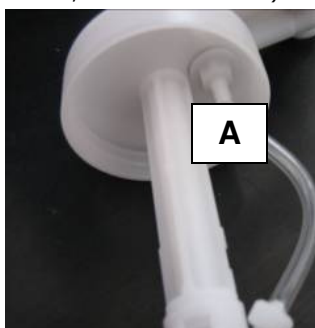

Figura 1.
Per l'igienizzazione seguire la procedura seguente facendo riferimento alla Figura 1 (si consiglia di utilizzare il kit di igienizzazione SANITY, codice 48170001):
3. Estrarre il tubicino trasparente dalla ghiera di plastica che lo tiene connesso con la camera di pompaggio (vedi particolare A, figura 1).